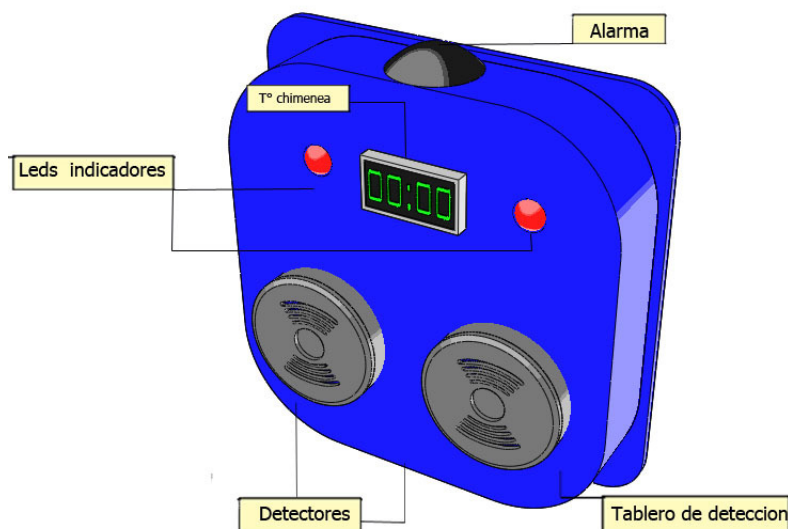

Fig. 2
El transmisor de temperatura debe instalarse cómo se aprecia en la Fig. 2 y cablearse hasta el tablero de alarmas.
- Instalación de sensor de temperatura en chimenea según Fig. 2